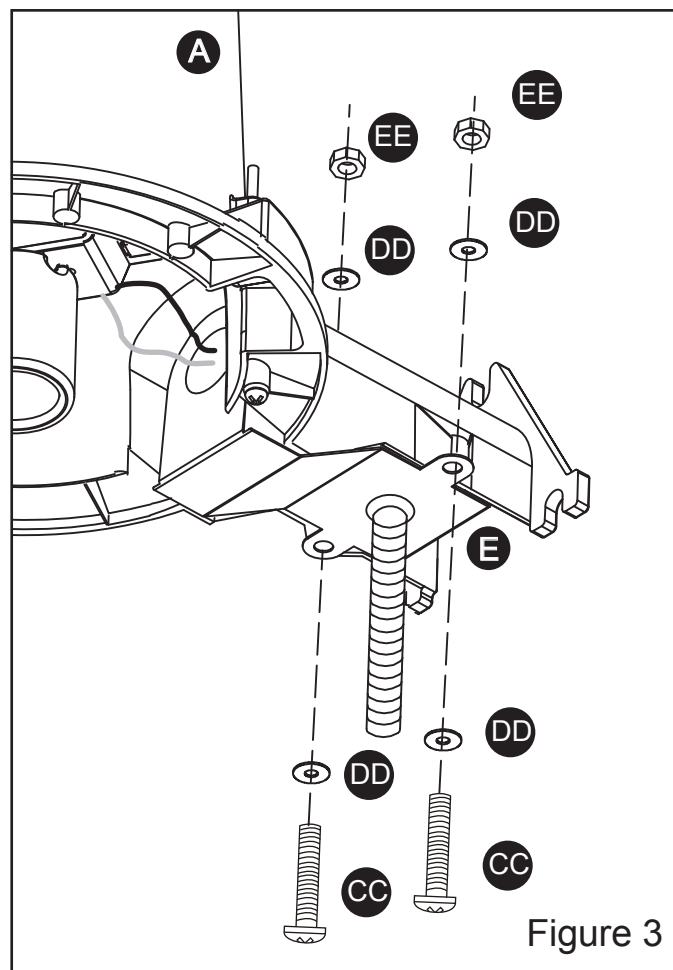

Figure 3
Placez la plaque (E). Fixez-la à l'aide des vis (CC), des rondelles (DD) et des écrous (EE) (consultez la figure 3).